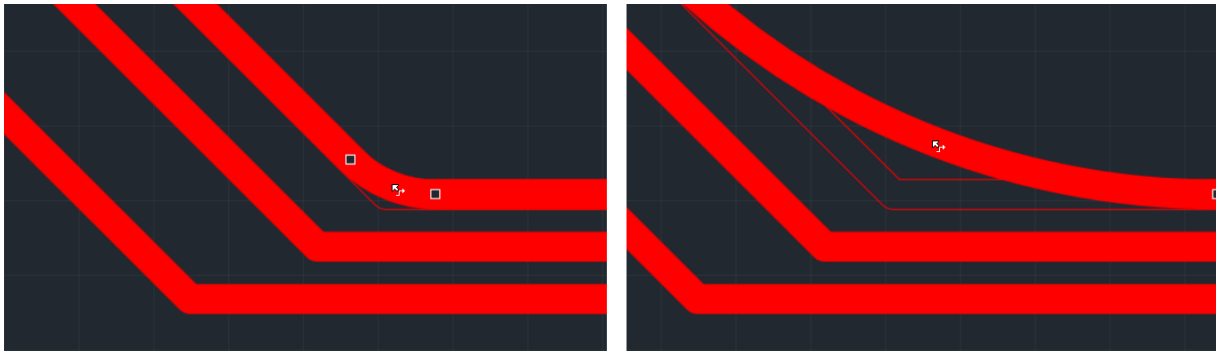

Рис. 251 Выбор радиуса скругления в момент применения инструмента
4. Переместите курсор, см. Рис. 251.